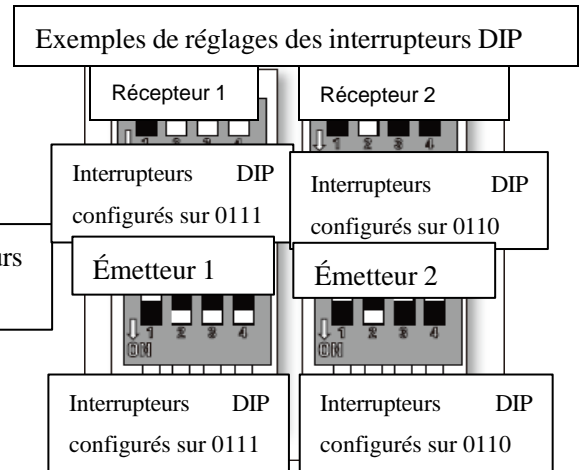

Fig. 9 Interrupteur DIP du récepteur
- La télécommande (émetteur) et le récepteur doivent être configurés par appairage afin de pouvoir communiquer entre eux. Pour ce faire, mettez les interrupteurs DIP du récepteur et de la télécommande sur le même réglage. **Fig. 9**